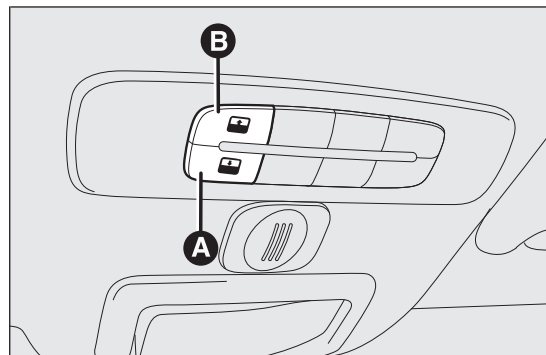

fig. 46
El techo practicable sólo funciona con la llave de contacto en posición MAR. Los comandos A y B fig. 46 se encuentran junto al plafón delantero y dirigen respectivamente la apertura y cierre del techo practicable.
Pulsar y mantener pulsado el botón B fig. 46: el techo se colocará en posición "spoiler". Para abrir por completo el techo, pulsar de nuevo el botón B y mantenerlo pulsado: el techo se cerrará independientemente de la posición alcanzada en el momento de soltar el botón.
Pulsar y mantener presionado el botón A fig. 46: el techo se colocará en posición "spoiler". El techo se cerrará independientemente de la posición alcanzada en el momento de soltar el botón. Pulsar de nuevo el botón A y mantenerlo pulsado hasta el cierre total del techo.
- ☐ pulsar el botón A fig. 46 y mantenerlo pulsado hasta que el techo, por pasos, se cierre del todo